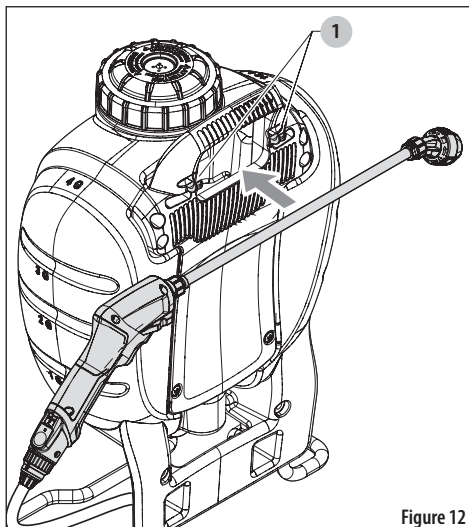

Figure 12
Des clips de rangement horizontaux (1) sont fixés à l'arrière du réservoir et permettent d'y fixer la lance. Les clips de rangement horizontaux de la lance sont utiles pour l'entreposage, car ils réduisent l'espace requis autour du pulvérisateur. Voir Figure 12.